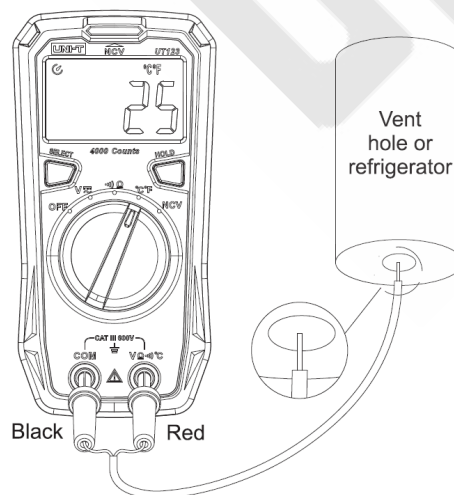

Рисунок 2
4.4 Измерение температуры (Рисунок 2)